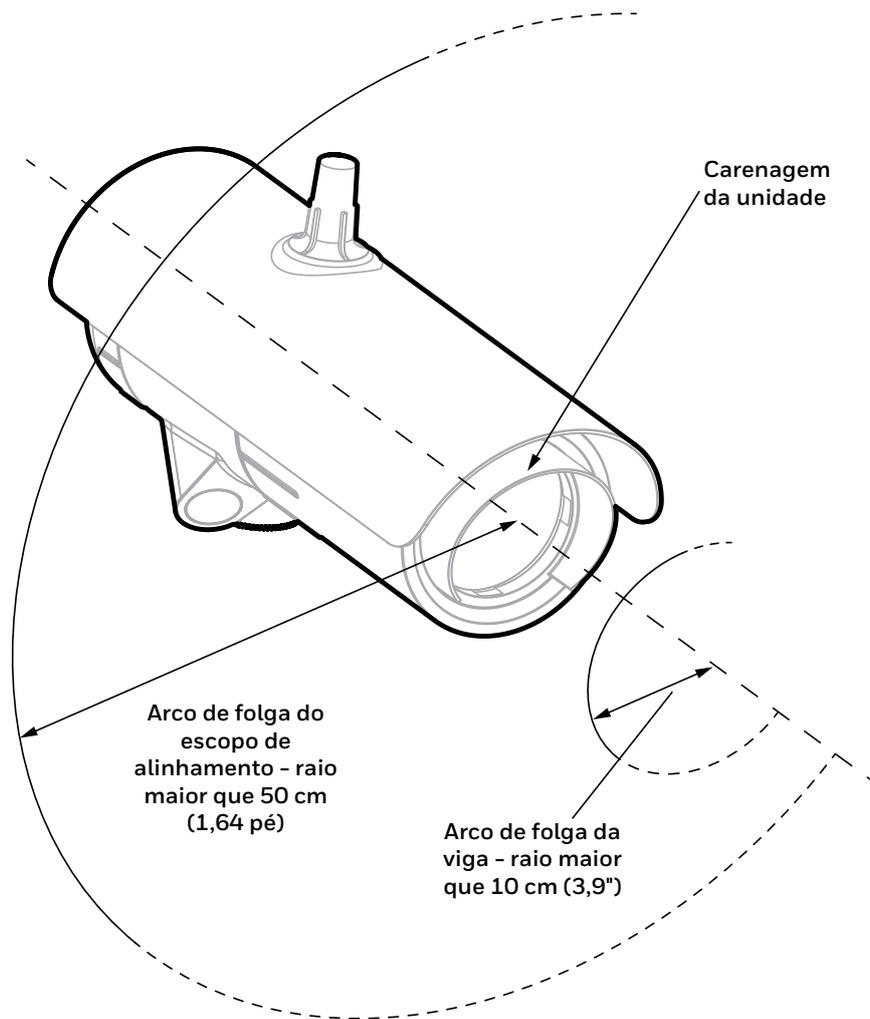

Figura 4. Arco de liberação de feixe
3. Insira o pivô no adaptador de placa de montagem para o flange do suporte de montagem universal (Figura 4).